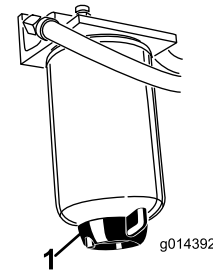

図 47
水セパレータ（図 47）の水抜きは毎日おこなって異物を除去してください。400運転時間ごとにフィルタのキャニスタを交換してください。
2. フィルタ容器（図 47）下部のドレンプラグをゆるめて水や異物を流し出す。